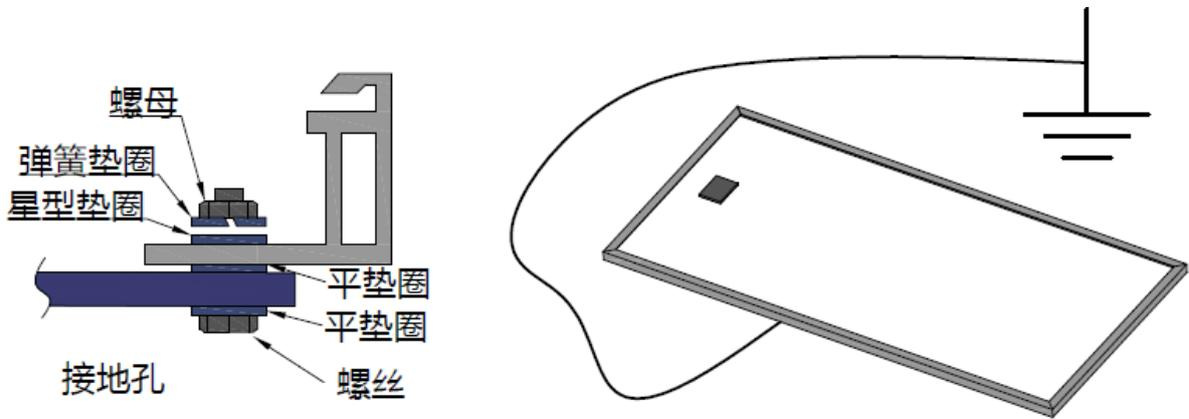

图11:接地图
- e) 按照国际或当地的电气法规规定确保所有组件铝合金边框和支架都有接地;使用预留的孔和硬件连接接地,注意在地线与组件边框之间需使用不锈钢星形垫片(看下图11):此垫片用于避免不同属性金属接触而导致的腐蚀现象,并拧紧螺丝。下左图为接地示意固定方式,用户可根据组件安装商建议自行选择接地方案。